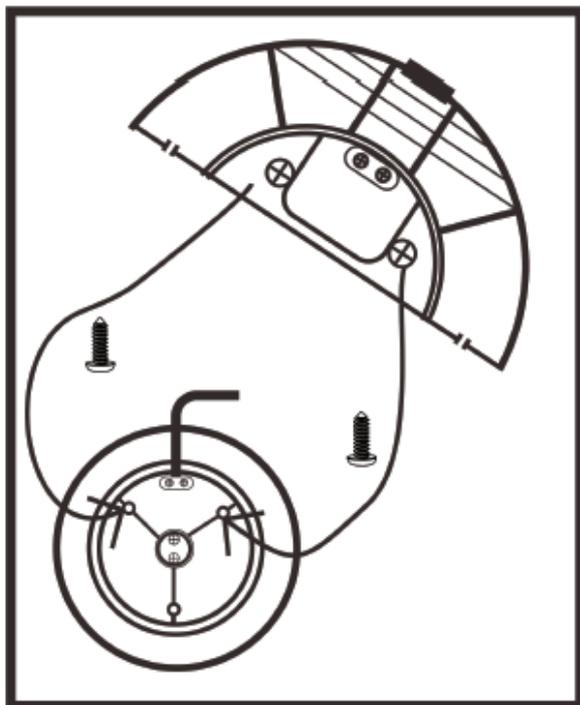

Fig. 3
- Puis, mettez la deuxième partie du support (9) sur le moteur (2) et la partie du support (9) qui est déjà montée. Le câble d'alimentation (8) doit être mis vers le centre du support (9) et insérez dans les chemins de câble. (voir fig. 3).